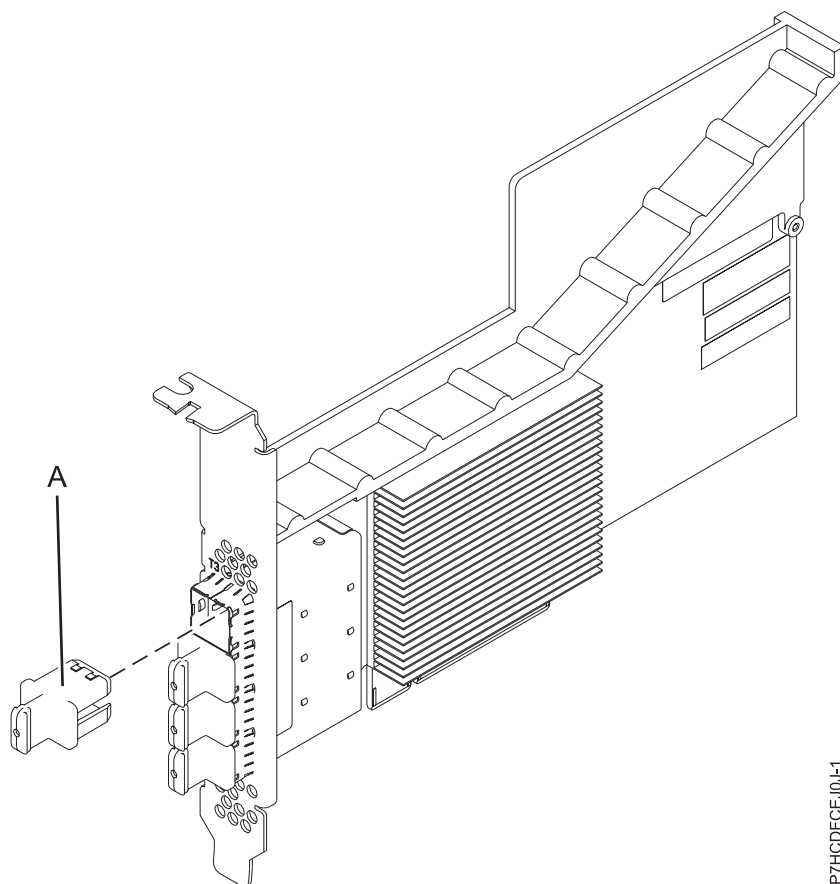

Figura 19. Adaptador port SAS PCIe3 4 x8
L'adaptador port SAS PCIe3 4 x8 és un adaptador SAS RAID de la 3a generació PCI Express (PCIe), que té un perfil baix, amb un factor de format curt però que s'empaqueta amb una instal·lació d'altura completa. L'adaptador s'utilitza en aplicacions d'alt rendiment, alta densitat i SCSI connectat en sèrie (SAS). Admet la connexió de DVD SAS i cintes SAS utilitzant mini connectors x4 SAS d'alta densitat (HD) que permeten que els enllaços físics es puguin fer servir en diverses configuracions de port reduïdes i àmplies. La connexió de cintes SAS només s'admet en una configuració d'un sol adaptador i no es pot combinar amb el disc SAS del mateix adaptador. L'adaptador no té memòria cau d'escriptura. Figura 19 a la pàgina 57 mostra l'adaptador port SAS PCIe3 4 x8.
Figura 19 a la pàgina 57 mostra l'adaptador. L'endoll del connector (A) es troba en un port buit i impedeix danys en aquest port sempre que s'endollin o s'extreguin cables de connectors de port adjacent.